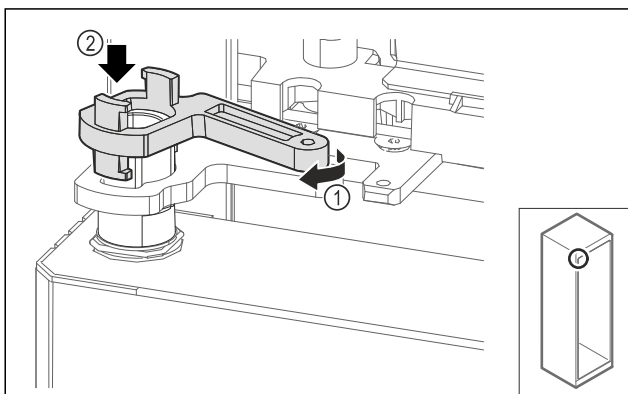

Fig. 66
- Περιστρέψτε ελαφρά το κλείδωμα του στηρίγματος Fig. 66 (1) και τοποθετήστε το στο χιτώνιο Fig. 66 (2).